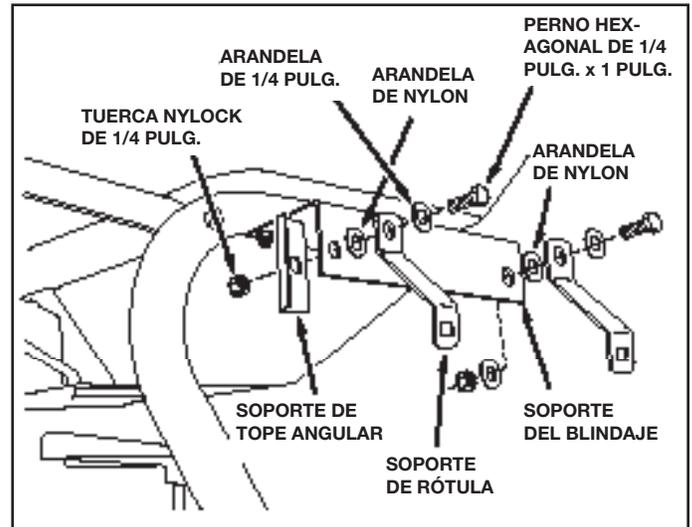

FIGURA 6
- Fije un soporte de tope angular y un soporte de rótula en el orificio posterior del soporte blindado derecho usando un perno hexagonal de 1/4 pulg. x 1 pulg., dos arandelas de 1/4 pulg., una arandela de nylon y una tuerca Nylock de 1/4 pulg. Coloque el soporte de tope angular en el interior y el soporte de rótula en el exterior. **Apriete** la tuerca de seguridad de modo que el soporte de rótula pueda girar libremente. Véase la Figura 6. Repita el paso para el soporte blindado del lado izquierdo.
- Fije un soporte de rótula en el orificio delantero del soporte blindado derecho usando un perno hexagonal de 1/4 pulg. x 1 pulg., dos arandelas de 1/4 pulg., una arandela de nylon y una tuerca Nylock de 1/4 pulg. **Apriete** la tuerca de modo que el soporte de rótula pueda girar libremente. Véase la Figura 6. Repita el paso para el soporte blindado del lado izquierdo.